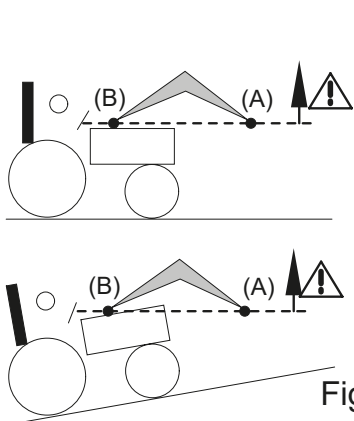

Fig. 2
! PERICOL: Dacă încărcătura nu este fixată corespunzător, operatorul este expus pericolului de cădere a încărcăturii atunci când punctul de pivotare al benei (A) depășește orizontal punctul de pivotare al încărcătorului (B) [vezi fig. 2].
! PERICOL: Este interzisă înclinarea încărcătorului atunci când punctul de pivotare al benei (A) depășește orizontala punctului de pivotare al încărcătorului (B) [vezi fig. 2].